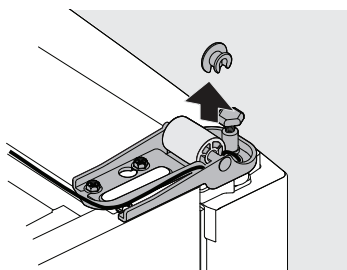

Figure 2
6. Tirez le câble gris et les connecteurs de sous l'essieu de roue et l'entre-toise de roue (figure 2).